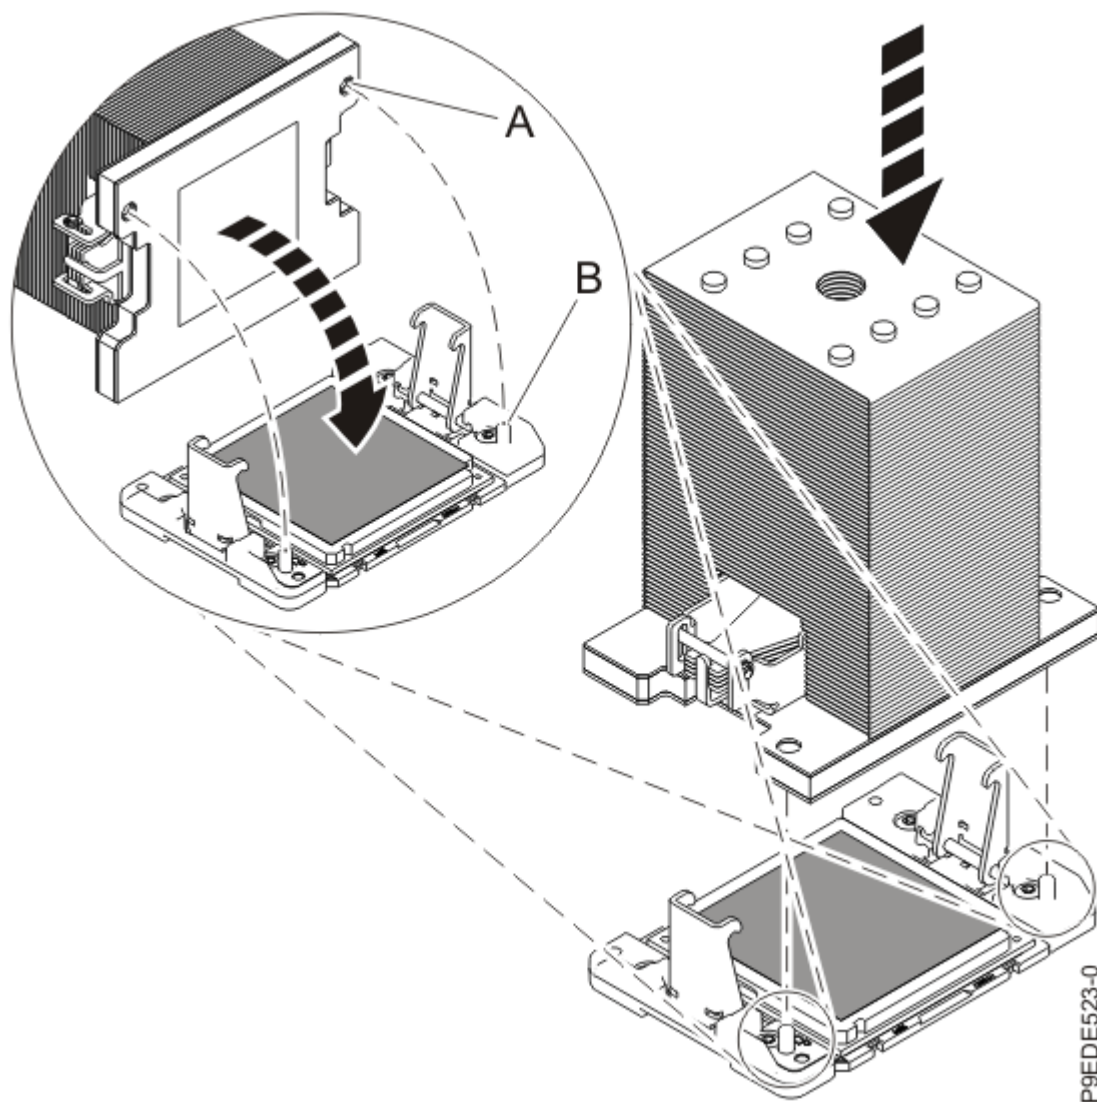

Figura 29. Instalando o dissipador de calor no TIM
b) Coloque o dissipador de calor no TIM, conforme mostrado em Figura 29 na página 32.